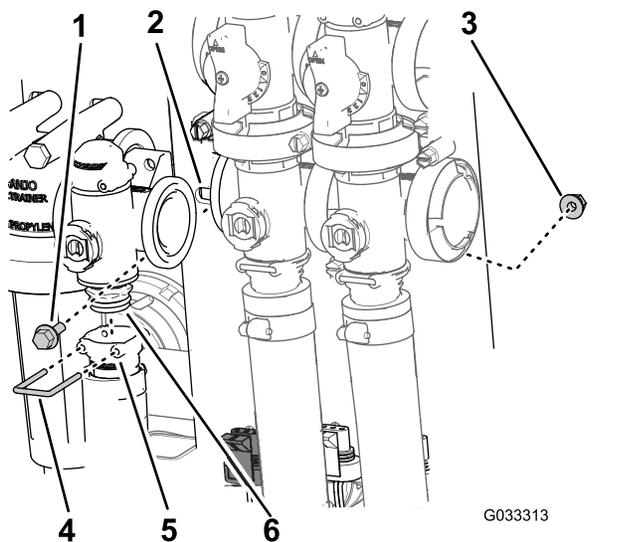

图68
2. 拆下将出口接头固定至喷洒率控制阀歧管的卡环图68。
- 卸下将喷洒率控制阀固定至阀安装座的 2 个凸缘头螺栓和 2 个凸缘锁紧螺母然后从机器中拆下阀歧管图 68。